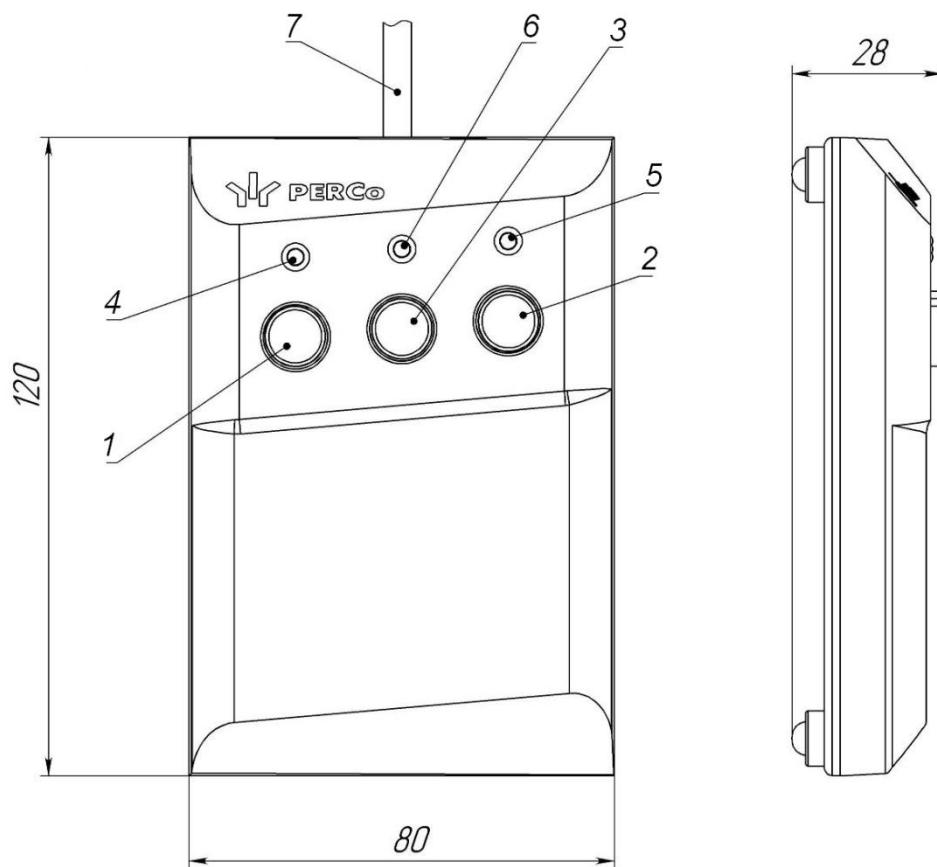
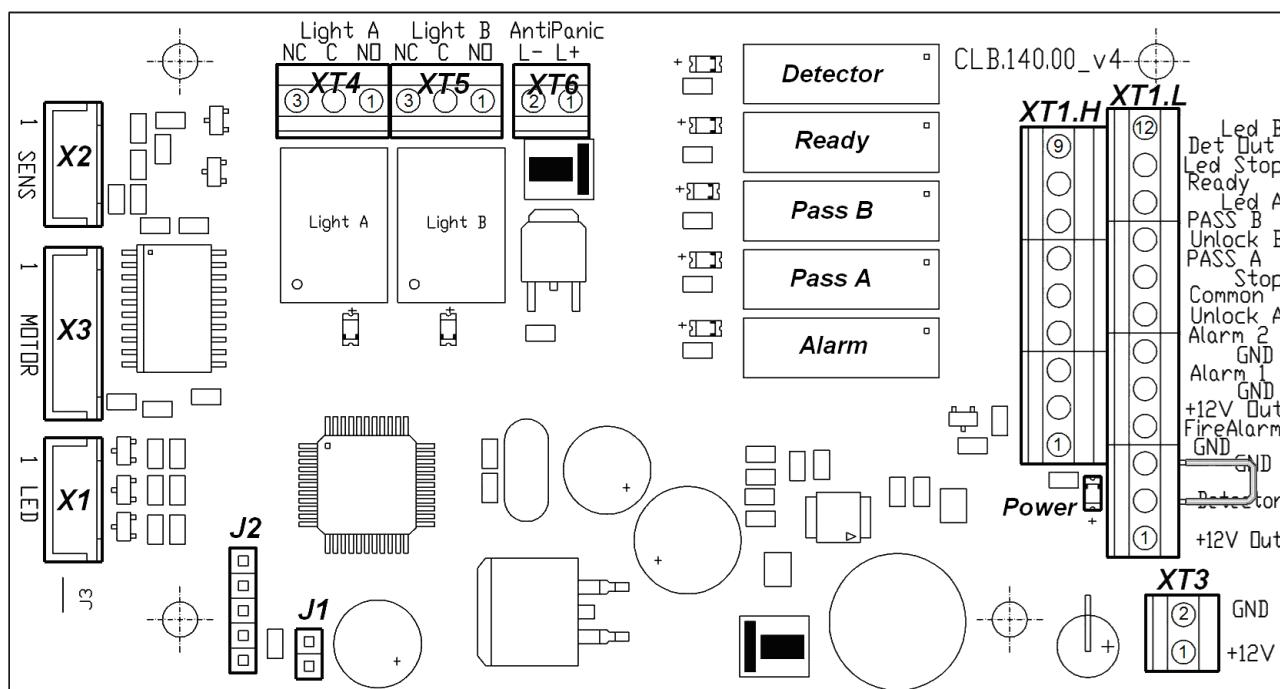
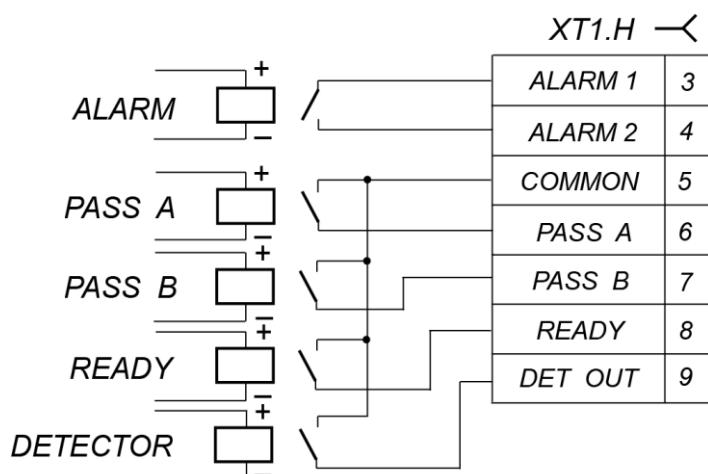

Рисунок 4. Общий вид и габаритные размеры ПДУ
Рисунок 5. Внешний вид платы управления
Рисунок 8. Выходные каскады для *PASS A*, *PASS B*, *Ready*, *Det Out* и *Alarm*
ПДУ (13) выполнен в виде небольшого настольного прибора в корпусе из ударопрочного АБС пластика и предназначен для задания и индикации режимов работы при ручном управлении турникета. ПДУ подключается к плате гибким многожильным кабелем (14) через клеммную колодку **XT1.L** (см. рис. 5). Общий вид ПДУ показан на рис. 4.
Изменить ориентацию ПДУ относительно установки стойки турникета (если на месте установки стойка обращена к оператору не лицевой, а тыльной стороной) можно, поменяв местами провода от ПДУ, подключаемые на контакты *Unlock A* и *Unlock B*, а также *Led A* и *Led B* соответственно (см. рис. 5 и рис. 11).
Внутри стойки расположен кронштейн с установленной платой управления турникетом **CLB.140** (далее – *плата управления*) и клеммами для подключения внешних устройств. К плате подключаются ПДУ, выходы СКУД, устройство РУ (при его использовании), устройство для подачи команды аварийного открытия прохода *Fire Alarm* (далее – *устройство Fire Alarm*). На клеммы подключения внешних устройств выведены линии подключения источника питания, линии сигналов считывателей. Подключение внешних устройств производится в соответствии со схемой подключения турникета и дополнительного оборудования (см. рис. 11). Электрические соединения внутри турникета приведены на рис. 12. Плата управления изображена на рис. 5.
На плате управления (см. рис. 5) расположены:
Обозначения установленных на плате управления клеммных колодок и назначение их контактов показаны на рис. 5 и на наклейке, аналогичной рис. 5, расположенной на внутренней поверхности крышки турникета.
Реле *PASS A* (контакты *PASS A* и *Common*), *PASS B* (контакты *PASS B* и *Common*), *Ready* (контакты *Ready* и *Common*), *Detector* (контакты *Det Out* и *Common*) и *Alarm* (контакты *Alarm 1* и *Alarm 2*) имеют нормально-разомкнутые контакты. При этом общий для этих реле контакт *Common* не соединен с минусом источника питания турникета. В исходном (неактивном) состоянии при включенном питании контакты реле *PASS A*, *PASS B*, *Ready* и *Detector* замкнуты (на обмотку реле подано напряжение), а контакты реле *Alarm* разомкнуты (напряжение на обмотку реле не подано). Факт срабатывания/отпускания реле *PASS A*, *PASS B*, *Ready*, *Detector* и *Alarm* можно определить по загоранию/гашению красных индикаторов, которые установлены вблизи указанных реле (см. рис. 5). Выходные каскады для *PASS A*, *PASS B*, *Ready*, *Det Out* и *Alarm* – контакты реле (см. рис. 8) со следующими характеристиками сигналов:
Режим управления турникета определяется наличием перемычки на разъёме *J1*. Расположение разъёма *J1* показано на рис. 5 и на наклейке, расположенной на внутренней поверхности крышки. Перемычка установлена – импульсный режим управления, перемычка снята – потенциальный режим управления. При поставке перемычка установлена. Изменение режима происходит после нового включения турникета.
Дополнительно к турникету могут быть подключено устройство *Fire Alarm*. Подключение устройства производится к клеммной колодке **XT1.L** платы управления согласно схеме электрических соединений (см. рис. 11 и рис. 5).